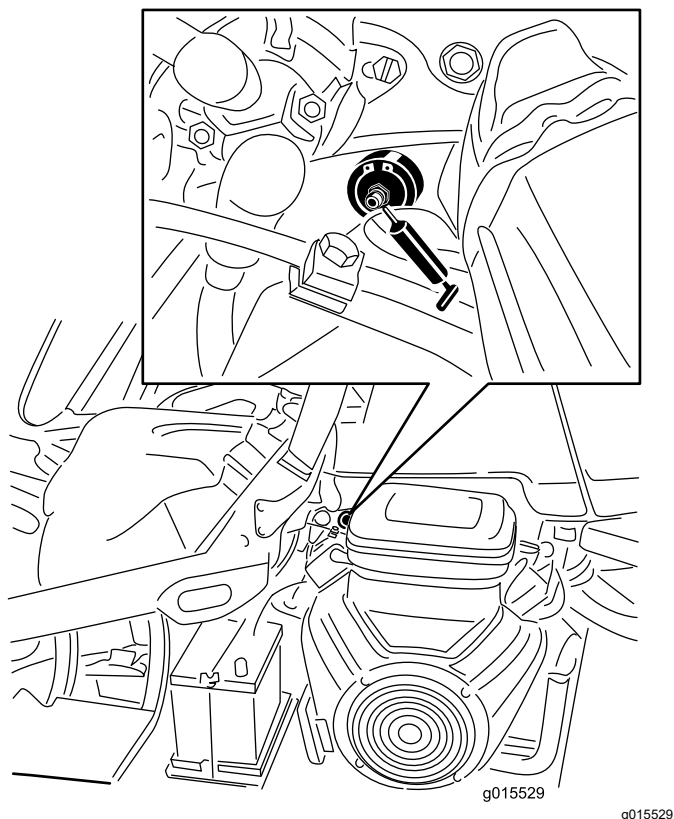

Figure 30
1. Essuyez les graisseurs pour éviter que des impuretés ne pénètrent dans le roulement ou la bague (Figure 30).